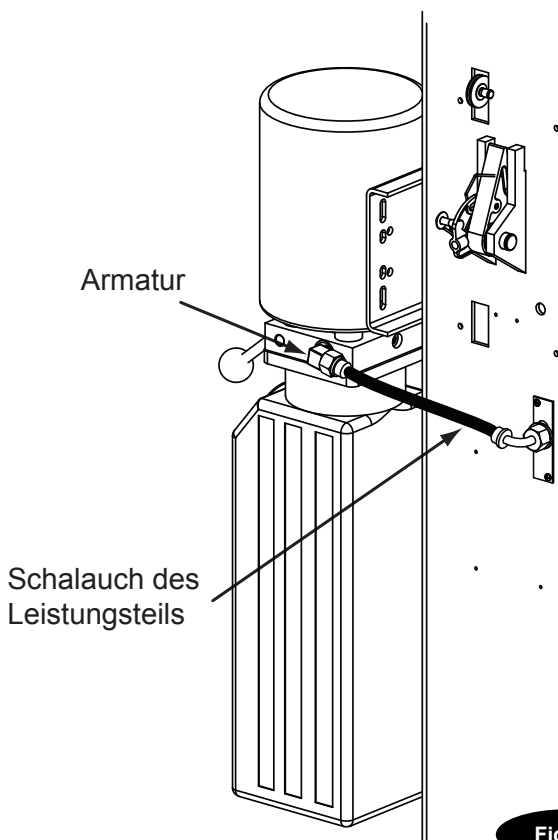

Fig. 13
1. Das freie Ende des zweitkürzesten Schlauchs (2) aus Abschnitt 3 an den Zylinder auf der Seite des Leistungsteils (1) anbringen. Den Schlauch durch den Kanal in der Säule führen.
3. Das freie Ende des längsten Schlauchs (3) aus Absatz 3 durch die Schlauchklemmen (9) und den Kanal führen. Danach an den Zylinder auf der Slave-Seite anschließen.
4. Das Ende des verbleibenden Schlauchs (4) aus der Säule nehmen und an der Armatur am Leistungsteil anschließen (Abb. 13).